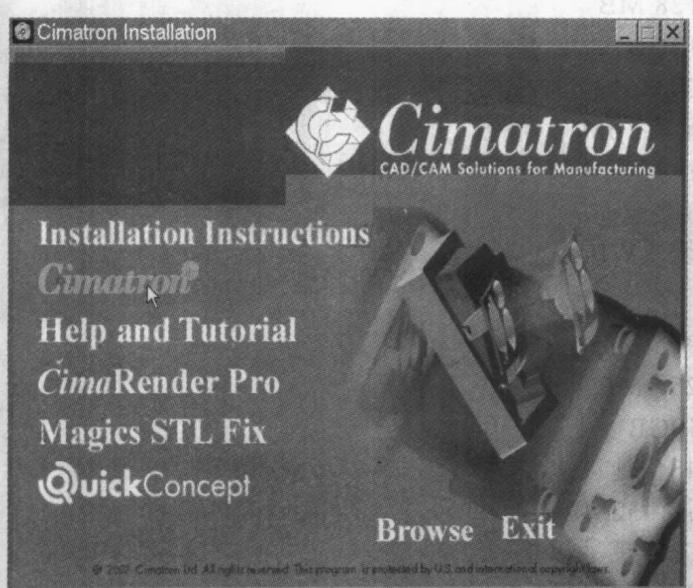

图1.2
(2) 鼠标单击画面中的第2行(Cimatron it)，如图1.2所示。